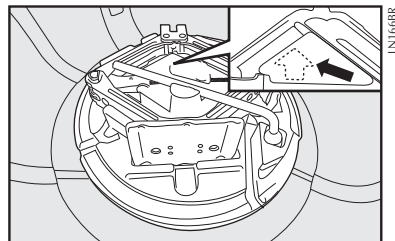

fig. 13
- Colocar o macaco no suporte das ferramentas **fig. 13**, encaixando de modo a evitar vibrações, ou que se solte durante a marcha. Ao colocar o macaco no suporte, exerça pressão do centro para as extremidades, de forma que as laterais do macaco fiquem bem encostadas nas bordas de sua sede.
O suporte deve ser colocado com a seta (detalhe - **fig. 13**) apontando para o sentido de marcha do veículo (frente).